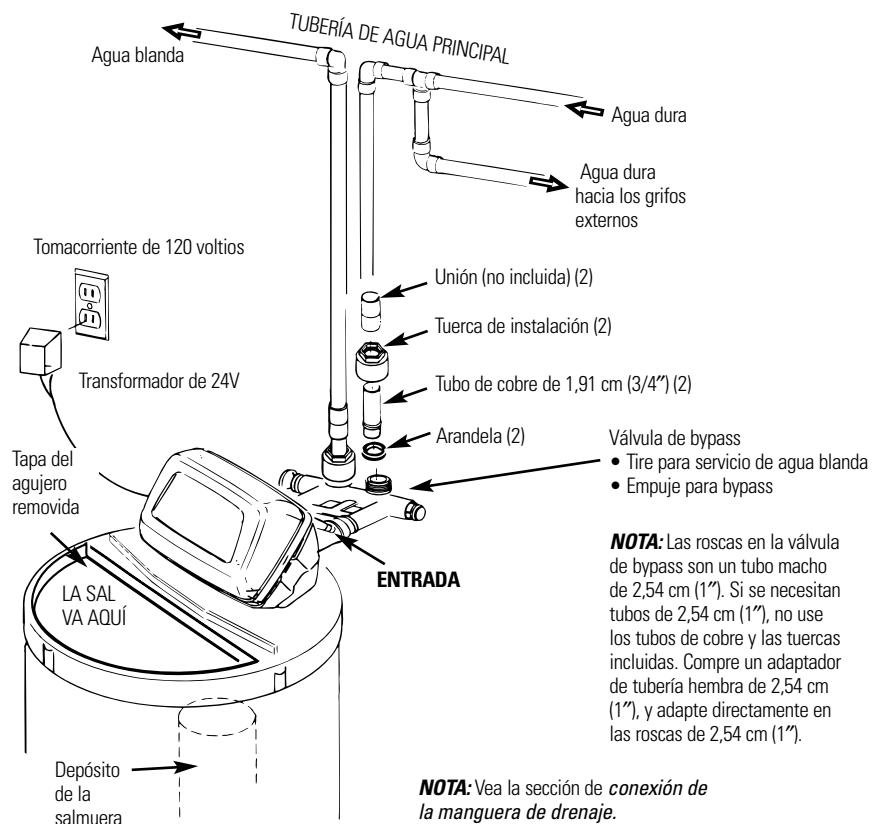

Fig. 1
Consulte la *Ilustración de instalación típica*, Fig. 1. Úsela como una guía para planificar su instalación particular. **Cerciórese de dirigir el suministro de agua dura entrante al acoplamiento de admisión de la válvula del descalcificador.** La válvula está marcada **IN (ENTRADA)** y **OUT (SALIDA)**. Vea la ilustración en la página 58 para ayudarle a prepararse:
PRECAUCIÓN: Siga todas las precauciones siguientes mientras conecta la plomería de entrada y salida. Vea las Figs. 1 y 2.
- A** • **CERCÍORESE DE QUE EL SUMINISTRO DE AGUA DURA DE ENTRADA ESTÁ DIRECTAMENTE CONECTADO A LA BOQUILLA DE ENTRADA DEL DESCALCIFICADOR.** Si el flujo del agua de la casa viene desde la izquierda, use una vía de **enlace de plomería** como se muestra en la Fig. 1.